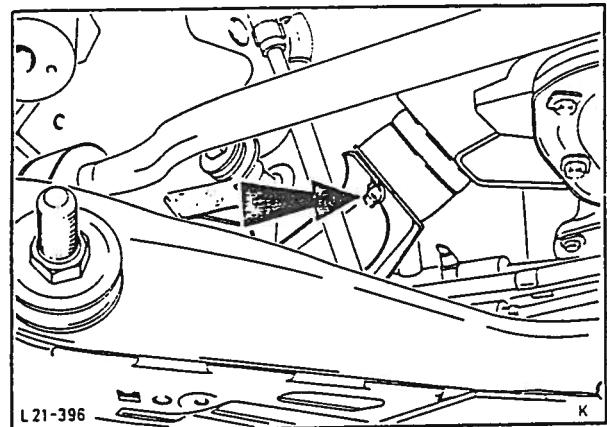

Fig. 99 Losne motorfestene fra traversen.
4. Losne motorfestene av gummi fra traversen (2 muttere), fig. 99.